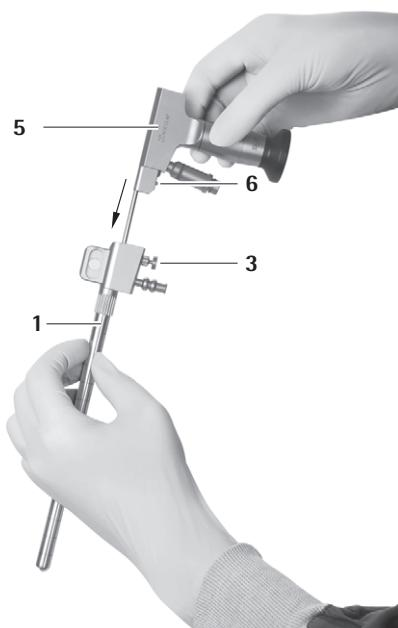
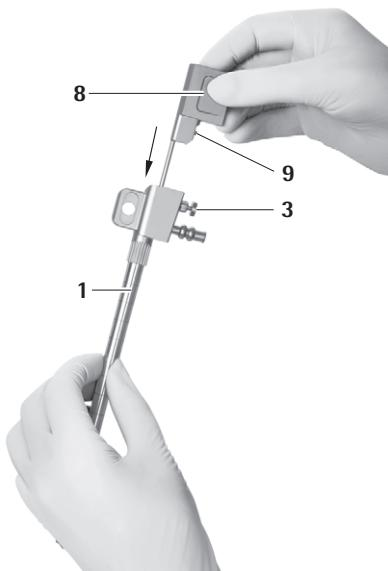

Fig. 14
Fig. 15
- ▶ Veiller ce faisant à ce que l'ergot de verrouillage 6 de l'endoscope 5 ou l'ergot de verrouillage 9 de l'obturateur pour canal optique 8 se trouve du même côté que le bouton de déverrouillage 3 du trocart MINOP InVent 1, voir Fig. 14 et voir Fig. 15.